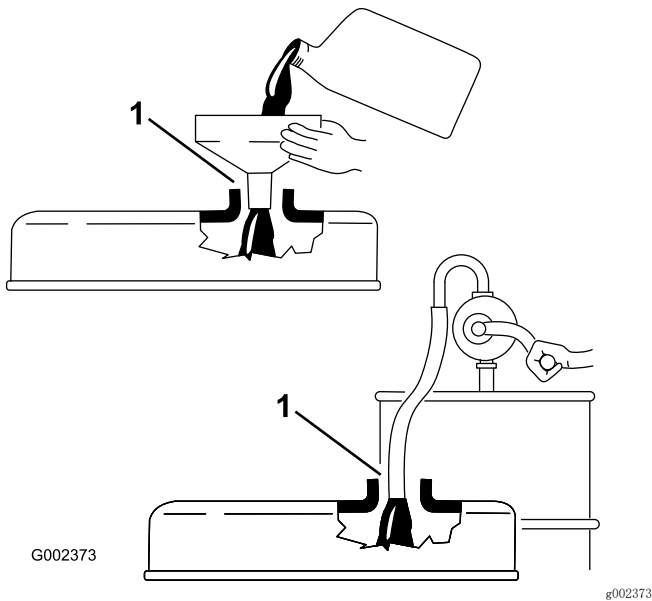

图24
**重要事项：** 确保为发动机添加机油时已取出量油尺。当添加机油或注油时、注油设备与气门室盖内的注油孔之间**必须有**空隙、如图24所示。此空隙是注油时准许通风所必需的、可以防止油溢入通气孔。